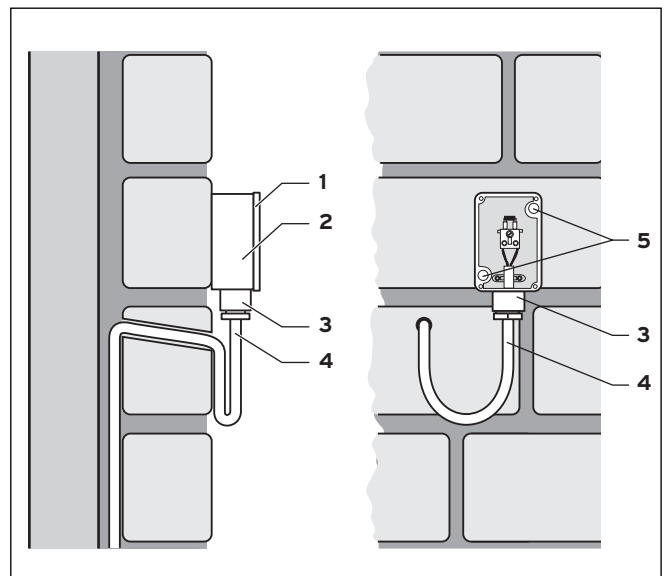

Abb. 4.2 Montage des Außenfühlers VRC 693
- ⇒ Schließen Sie das Anschlusskabel an die Klemmen des Außenfühlers entsprechend Abb. 4.2 an.